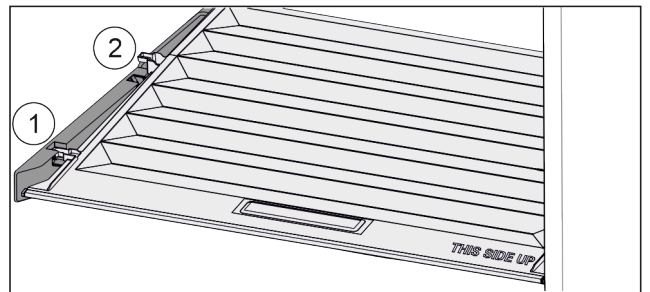

Fig. 111
- ▶ Vedä kantta kiinnikkeissä olevaan aukkoon saakka eteenpäin Fig. 111 (1).
- ▶ Nosta sitä takaosasta ja ota se pois yläkautta Fig. 111 (2).